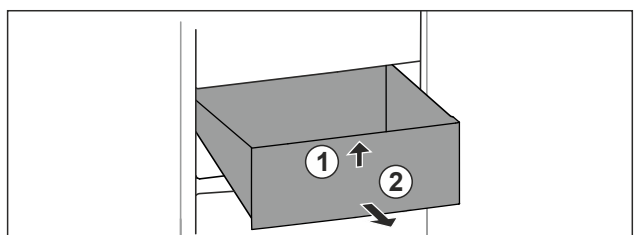

Fig. 93
- ▶ Unieść szufladę z przodu. Fig. 93 (1)
- ▶ Wyjąć szufladę do przodu. Fig. 93 (2)